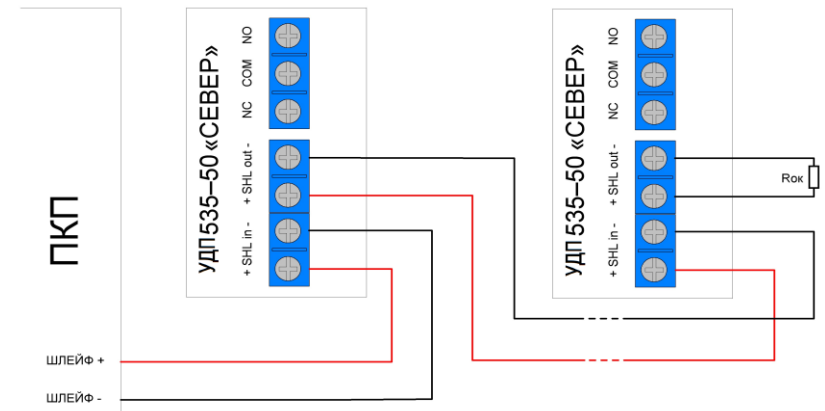

Рис.2. Схема подключения устройств в шлейф
- 5.3. Подключите провода шлейфа через герметичные кабельные вводы к клеммам на плате извещателя согласно схеме приведенной на Рис.2